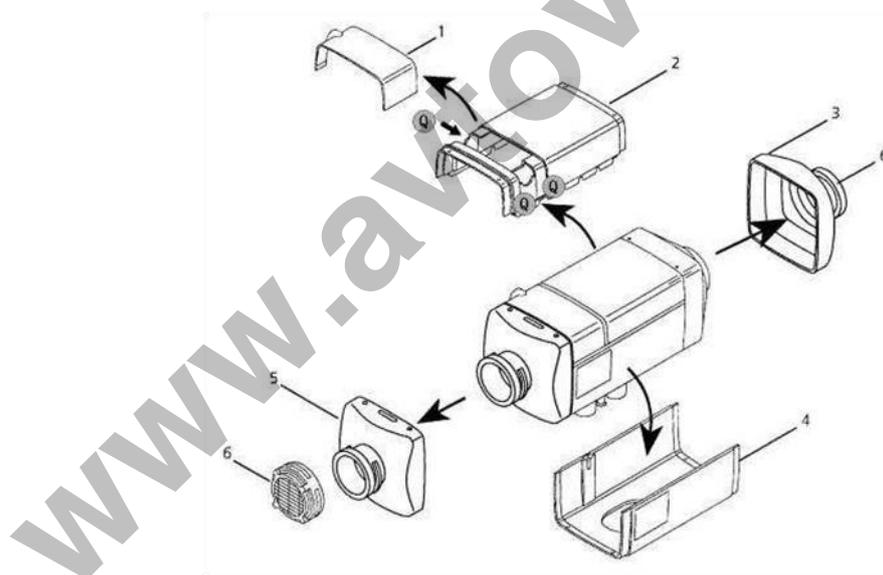

Рис.4
Составные части кожуха представлены на Рис.4. Он состоит из верхней крышки 2 (крышка монтажной коробки 1 может быть зафиксирована на отверстиях в верхней крышке), нижней крышки 4, крышки на входе воздуха 6, крышки на входе потока воздуха в печь 5 и крышки на выходе горячего воздуха 3. Эти компоненты формируют канал прохождения воздуха. Крыльчатка вентилятора (Рис.3-6) на моторе вентилятора (тот же
4.3.6 В случае внутренней установки отопителя необходимо принять меры чтобы избежать попадания горячего воздуха с выходного на входное отверстие отопителя (как показано на Рис.12). Воздух на входе должен поступать из холодных мест салона, таких как места под сидениями или спальным местом. Если в этом режиме воздухопровод не подсоединяется, то на входном отверстии должна быть установлена крышка с решеткой (Рис.4-б).